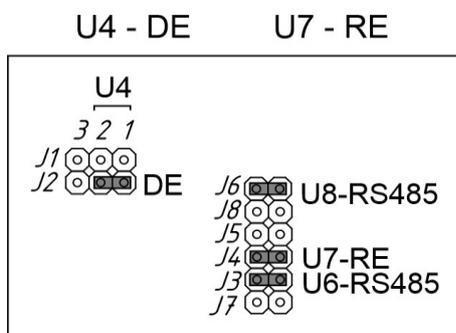

Рисунок 40 – Установка перемычек J1-J8 для сигналов U4, U7 для интерфейса RS-485
6. Установить перемычки на электронной плате устройства УСД-GSM для варианта коммутации U4-DE, U7-RE, U6-RS485, U8-RS485 (рисунок 40).